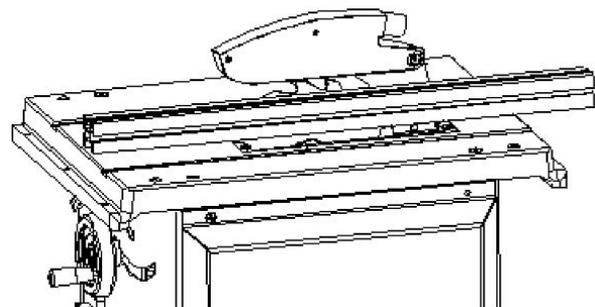

Abb. 23: Kontrolle Spaltkeil
Schritt 2: Kontrollieren Sie, ob der Spaltkeil mit dem Tischeinsatz parallel zum Sägeblatt steht (Abb.23).